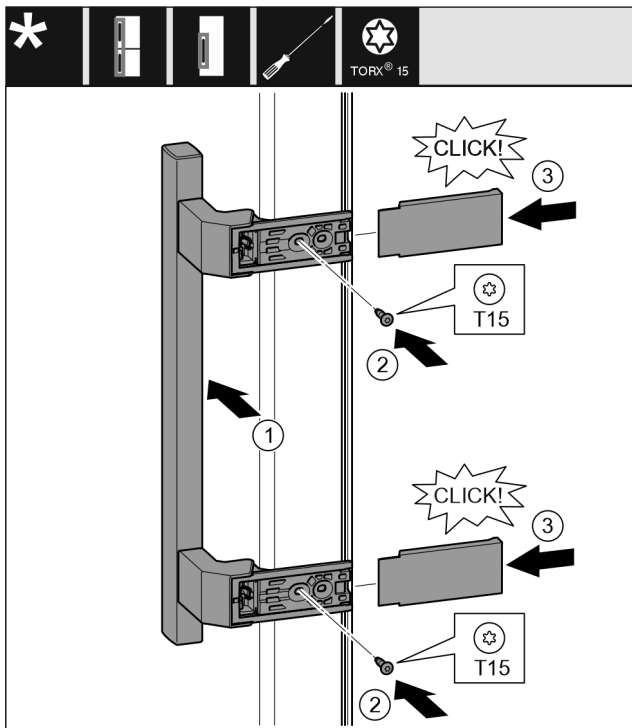

Fig. 20
- ▶ 将把手放到反面。 Fig. 20 (1)
- ▶ 用 T15 螺丝刀拧紧螺钉。 Fig. 20 (2)
- ▶ 将盖板放置到侧面并插入。 Fig. 20 (3)